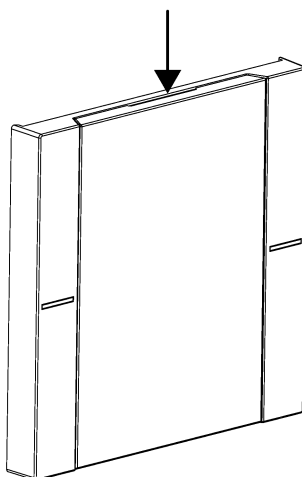

рисунок 7: Определение выемки на крышке поля для надписи на ощупь
- Пальцем нащупайте выемку на крышке поля для надписи (см. рисунок 7).